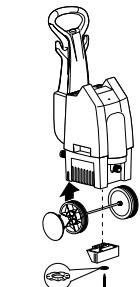

Figure 4
4. Fixer le pied sur la face supérieure du pulvérisateur de lavage et fixer les roues à la base du pulvérisateur de lavage. Fixer les chapeaux de moyeu sur les roues (Figure 4).